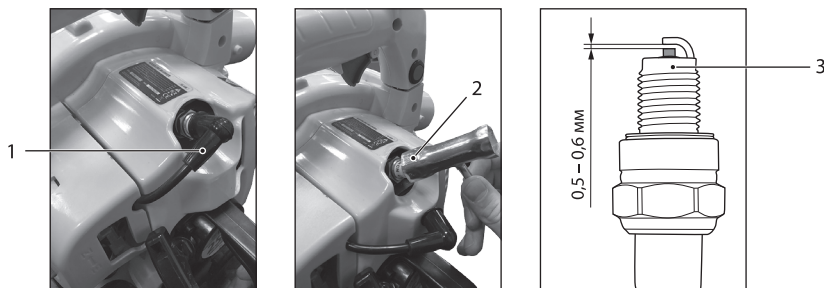

Рис. 10
1. Отсоедините высоковольтный провод свечи зажигания 1 (рис. 10).
2. С помощью свечного ключа 2 (рис. 10) в комплекте открутите свечу зажигания против часовой стрелки.
3. Проверьте состояние свечи зажигания 3 (рис. 10). При выявлении загрязнений очистите свечу зажигания с помощью металлической щетки и проверьте зазор между электродами. Зазор должен составлять 0,5–0,6 мм.
4. Закрутите свечным ключом свечу зажигания по часовой стрелке и подсоедините высоковольтный провод для продолжения эксплуатации (рис. 10).